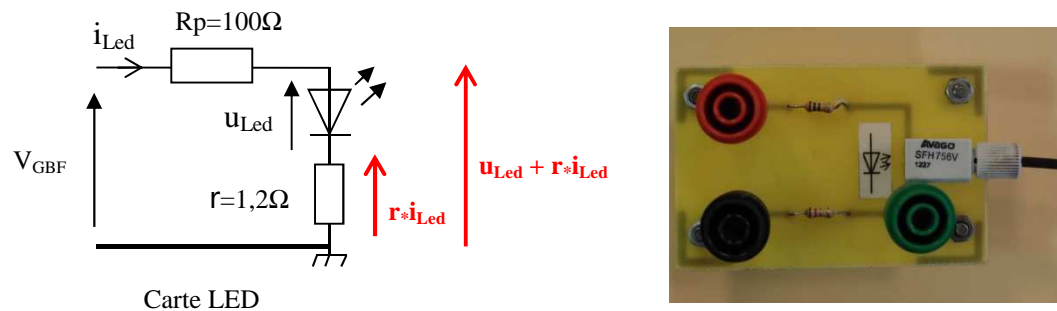

Figure 2. Carte LED et son schéma de principe
Pour une visualisation simple à l'oscilloscope de la caractéristique courant-tension $i=f(u)$ de la LED, l'image du courant $i(t)$ est obtenue en plaçant une résistance r au plus près de la masse. La tension $u(t)$ n'est pas prélevée directement : on visualise $u+r \cdot i \approx u$ (approximation valable si on choisit la résistance r petite). (Figure 2).
- Appliquer le signal du GBF V_{GBF} à la « carte LED » (Figure 2).